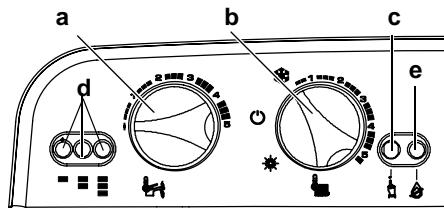

Fig. 5.41 Tablero de mandos
- 1 Antes de alimentar eléctricamente la caldera coloque la manivela **b** como se indica en la Fig. 5.41
- 3 Pulsar el botón de restablecimiento **c**, Fig. 5.41 de forma repetida (3 veces) hasta que los indicadores luminosos de señalización **e** muestren una secuencia como la de Fig. 5.42.